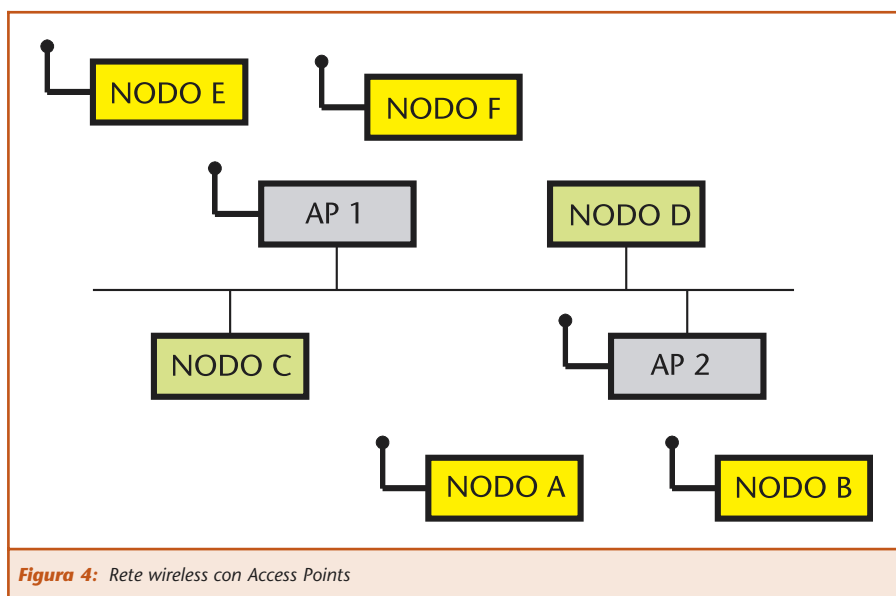

Figura 4: Rete wireless con Access Points
- **Infrastruttura Wireless:** questa configurazione (figura 4), a differenza di quella precedente, prevede una accurata pianificazione, in quanto è necessaria l'introduzione di elementi chiamati *Access Points*,
In figura 4 abbiamo i nodi mobili in giallo, i nodi fissi (dei normali PC dotati di scheda di rete Ethernet) verdi e gli Access Point grigi: in particolare i nodi E ed F sono associati all'access point 1, mentre i nodi A e B sono associati all'access point 2. Se il nodo A vuole mandare un messaggio al nodo B allora: il nodo A manda il messaggio all'access point 2, inserendo fra i byte di controllo l'indirizzo MAC del reale destinatario, che è B. L'access point 2, verifica che l'indirizzo di B sia presente nella sua tabella di associazione ed inoltra il messaggio a B. Se invece il nodo C, che non fa parte della rete wireless, ma di quella cablata, vuole mandare un messaggio al nodo A: il nodo C invia il messaggio sulla rete cablata; il messaggio viene ricevuto dal nodo D, che lo scarta, e da entrambi gli access points 1 e 2 e quindi tutti e due vanno a vedere nelle proprie tabelle di associazione se è presente il l'indirizzo MAC del nodo A. L'access point 1, che è associato con A, allora inoltra il messaggio via radio ad A. In modo analogo è possibile effettuare lo scambio di dati fra tutti i nodi mobili e non presenti nella rete. In definitiva, avendo già a disposizione una rete LAN cablata, sarà sufficiente aggiungere un certo numero di Access Point per estendere il siste-